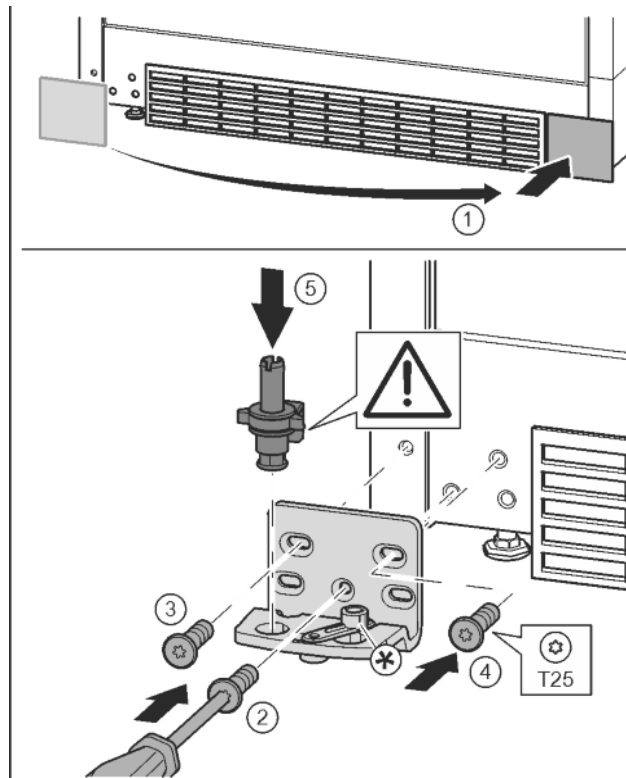

Fig. 17
- ▶ Noņemiet pārsegu un piestipriniet otrajā pusē. *Fig. 17 (1)*
- ▶ Pielieciet gultņa balstu otrajā pusē un pieskrūvējiet ar skrūvgriezi T25. Sāciet apakšā pa vidu ar skrūvi 2. *Fig. 17 (2)*
- ▶ Pieskrūvējiet skrūvi 3 un 4. *Fig. 17 (3, 4)*
- ▶ Pilnīgi ievietojiet gultņa tapu. Uzmaniet, lai aiztura izcilnis būtu vērsts virzienā uz aizmuguri. *Fig. 17 (5)*